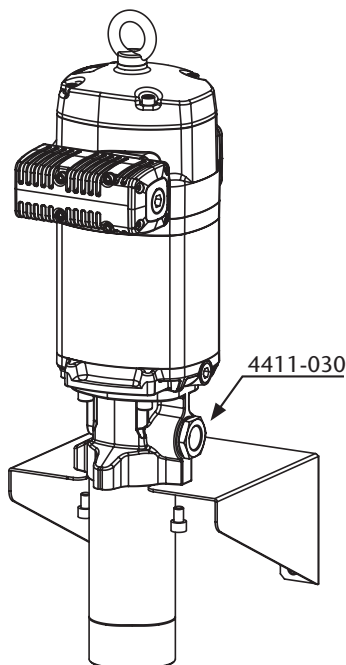

Fig. 2
**This pump can be mounted directly on the wall**, using the bracket 4411-030. Firmly fix the bracket to the wall. Put the pump on it and fix with included screws (fig. 2).
**Esta bomba se puede instalar mediante** montaje mural (usando soporte 4411-030). Fije el soporte mural a la pared firmemente. Inserte la bomba por el soporte y fjela con los tornillos suministrados (fig. 2).